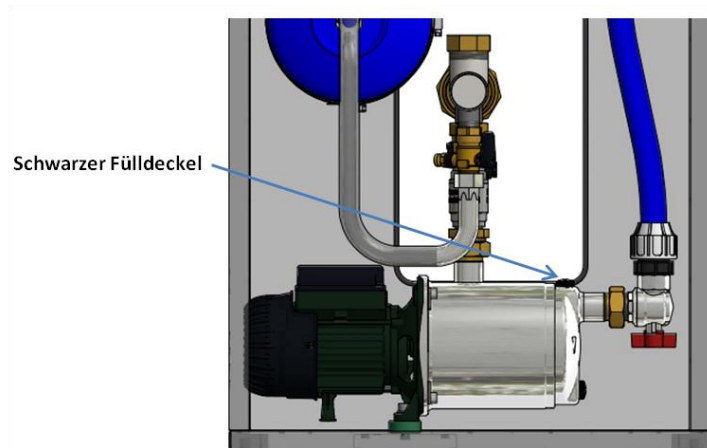

Abbildung 15: Entlüften der Druckpumpe
- V. Beide Druckpumpen durch Öffnen des schwarzen Fülldeckels entlüften bis Wasser austritt (siehe Abbildung 15).